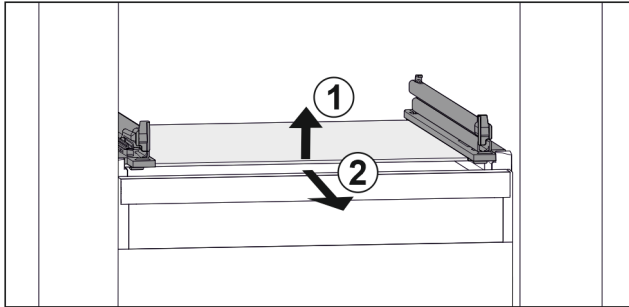

Fig. 68 Beispielhafte Darstellung der Glasplatte
- ▶ Glasplatte vorne anheben. Fig. 68 (1)
- ▶ Glasplatte nach vorne entnehmen. Fig. 68 (2)